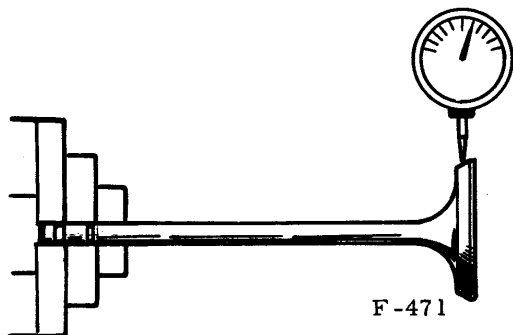

Fig. 27.- Mesure de l'excentricité à l'aide d'un tour
- Vérifiez l'excentricité de la tête de soupape, celle-ci ne doit pas dépasser 0,25 mm. Cette mesure peut être faite à l'aide de l'appareil ci-dessous ou sur un tour (fig. 27).